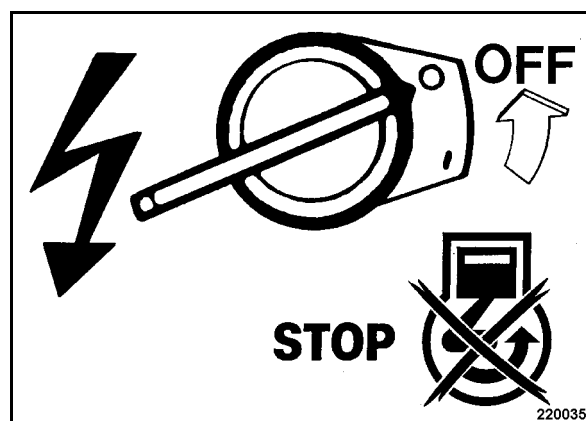

рис. 29
- Переключить выключатель зажигания в положение OFF (рис. 29). Двигатель останавливается.